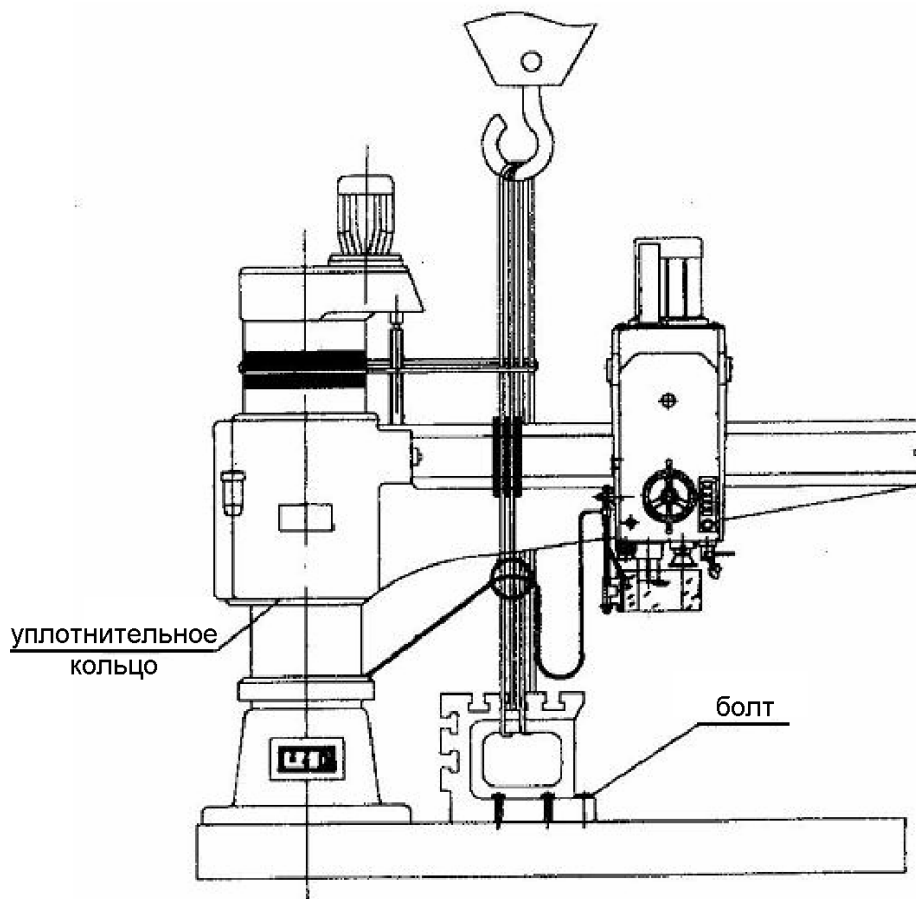

Рис. 2.2
2.2. Подъем станка (рис. 2.2)
1. Неверным будет положение, когда кольцевой уплотнитель неверно установлен на консоли и когда неверно отрегулирован задний кожух; при установке станка следует обратить внимание на данные моменты (рис. 2.2).